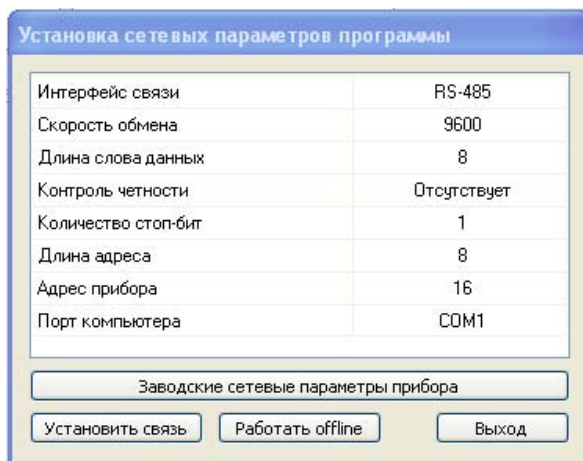

Рисунок 6.1. Окно «Установка сетевых параметров программы»
3. Установить связь с прибором – вызвать команду меню «**Прибор | Сетевые параметры программы**». В открывшемся окне (см. рис. 6.1) – установить значения параметров (см. таблицу 6.1), аналогичные параметрам панели СМИ1.